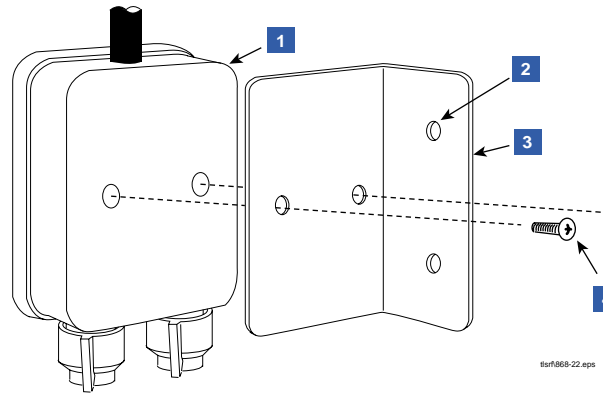

Abbildung 22. Befestigungswinkel für Empfänger oder Repeater
1. Pro Standort wird ein Empfänger benötigt. Er wird in senkrechter Position (Antenne nach oben) an der Außenwand desselben Gebäudes angebracht, in dem das TLS RF installiert ist. Der Empfänger wird mit M5x0,8 x 12.7 Taptite-Schrauben aus dem Installationssatz am zugehörigen Befestigungswinkel befestigt (siehe Abbildung 22). Der Befestigungswinkel wird an der Gebäudeaußenwand, mit dazu geeigneten Schrauben (nicht im Lieferumfang enthalten), angebracht.
LEGENDE FÜR NUMMERIERTE KÄSTCHEN IN ABBILDUNG 22
2. Der Repeater wird mit M5x0,8 x 12.7 Taptite-Schrauben aus dem Installationssatz am zugehörigen Befestigungswinkel befestigt (siehe Abbildung 22). Der Befestigungswinkel wird an der Gebäudeaußenwand, mit dazu geeigneten Schrauben (nicht im Lieferumfang enthalten), angebracht.